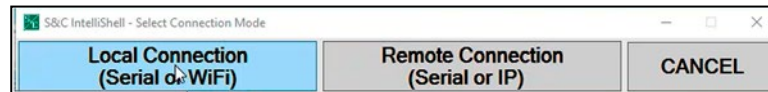

Figura 123. El botón de Conexión Local de IntelliShell.
**PASO 1.** Pulse el botón **IntelliShell** y pulse el botón **Conexión Local (Serie/Wi-Fi)**. Ver Figura 123.